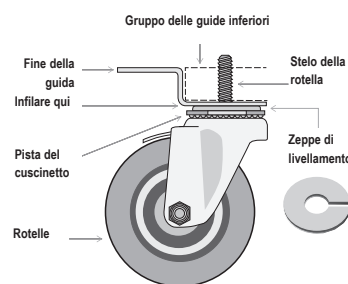

Fig. 7. Diagramma della rotella orientabile.
3. Avvitare le rotelle orientabili nella guida a cornice o nel fondo dell'elettrodomestico. Vedere figure 7 e 8.